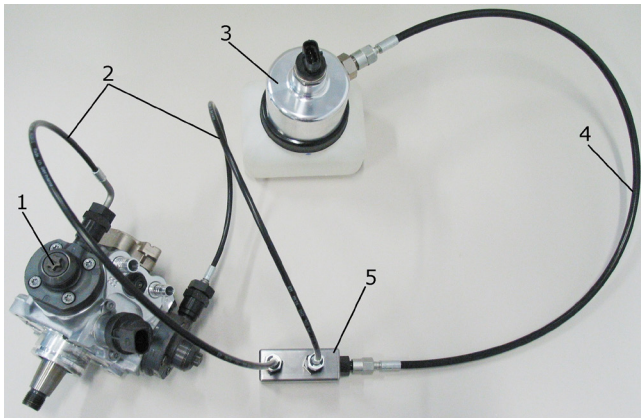

Abb. 14: Anschlussbeispiel an Common Rail-Hochdruckpumpe CP4.2
1. Hochdruckanschlüsse der CP 4.2 (Abb. 14, Pos. 1) und des Sammelrails (Abb. 14, Pos. 5) durch schwarze 60 MPa-Schläuche (Abb. 14, Pos. 2) und mit entsprechendem Anschlussadapter, Winkel, Mutter und Druckring (Linksgewinde) zusammenführen.
3. Sammelrail (Abb. 14, Pos. 5) durch schwarzen 60 MPa-Schlauch (Abb. 14, Pos. 4) an das Druckaufnehmermodul (Abb. 14, Pos. 3) anschließen.
5. Die 180 MPa-Schlauchleitung an den Druckaufnehmer (Abb. 14, Pos. 5) anschließen.